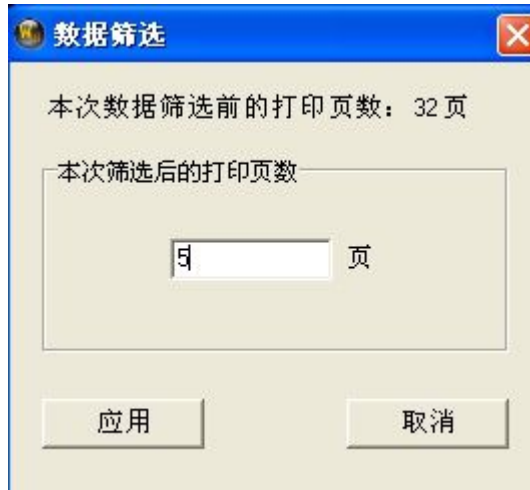

图 3.1
1、在生成报表前，请在“测试数据”表格里，按鼠标右键，对放电数据进行筛选，如图 3.1 所示：